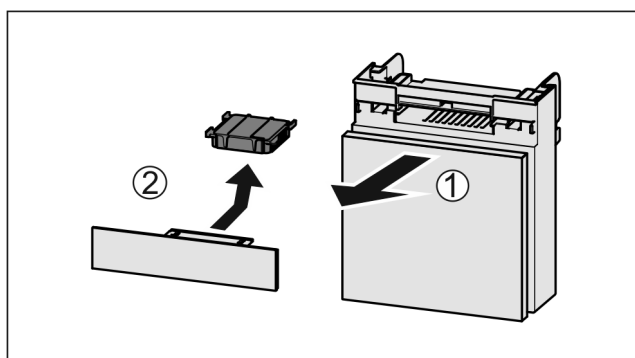

Fig. 117
- ▶ 向前拉出 Fig. 117 (1) 抽屉。
- ▶ 取出 Fig. 117 (2) 活性炭过滤器。